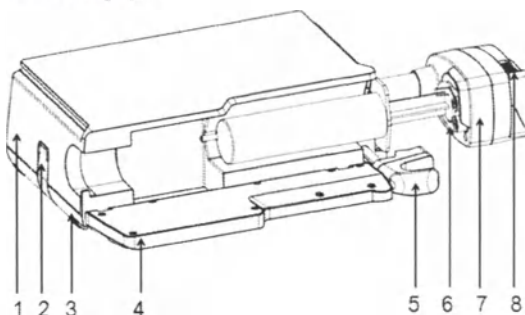

Рис. 7. Помпа для энтерального питания SN-M. Вид с открытой дверцей.
2. Объедините помпы в один блок с помощью направляющих (1), как показано на рис. 7 и с помощью кнопки фиксации (2) закрепите их друг с другом.